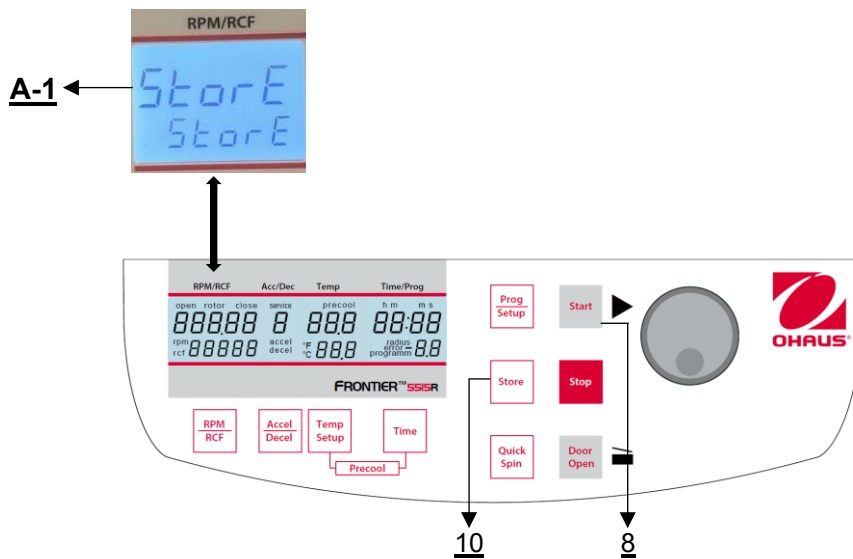

Abbildung 30
Alle geänderten Einstellungen müssen mit der Taste **"Start"** (8) oder **"Store"** (10) bestätigt werden. Im Display **"RPM | RCF"** (A-1) erscheint das Wort **"Store"** - erst dann sind die Vorwahlen gültig (siehe **Abbildung 30**). Nachdem Sie die Einstellungen gespeichert haben, können Sie durch kurzes Ausschalten der Zentrifuge wieder in den normalen Programmbetrieb wechseln.